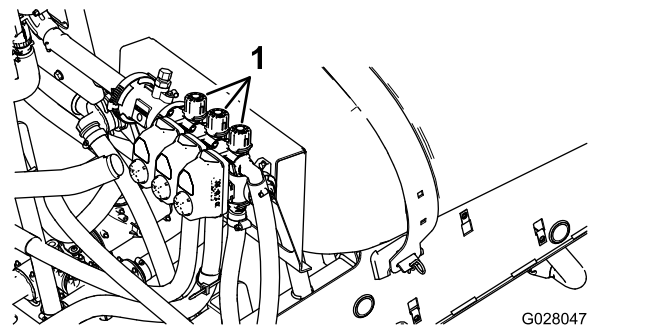

Bild 22
2. Stellen Sie den linken Abschnitt ab und stellen das Handrad für das Abschnittssicherheitsventil (Bild 22) ein, bis der Druck am vorher
4. Stellen Sie das Handrad des rechten Abschnittssicherheitsventils (Bild 22) ein, bis der Druck am vorher angepassten Niveau (normalerweise 2,75 bar) liegt.
6. Stellen Sie das Handrad des mittleren Abschnittssicherheitsventils (Bild 22) ein, bis der Druck am vorher angepassten Niveau (normalerweise 2,75 bar) liegt.